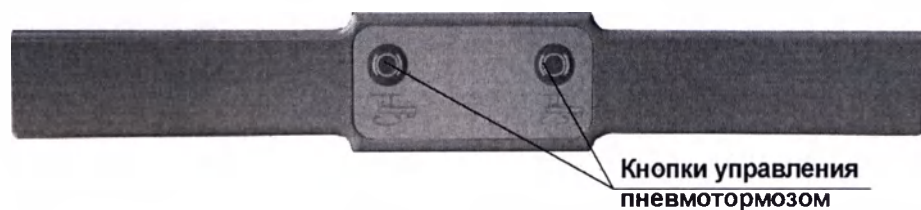
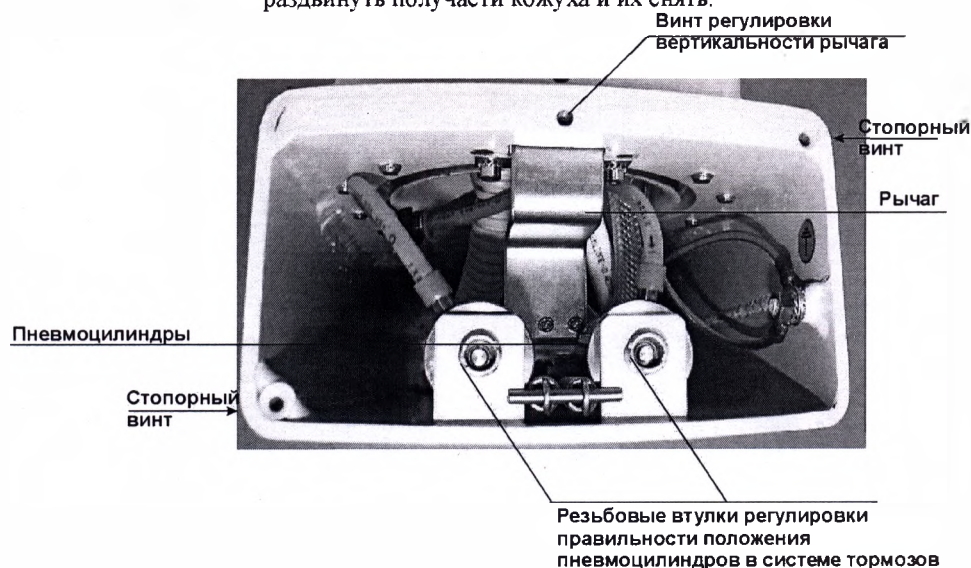

Рис. 4 Расположение кнопок управления пневмотормозами
Рис. 11 Система пневмотормоза со стороны торца плеча (защитная крышка снята)
6.2. Несущая труба служит для соединения потолочного крепления с поворотным плечевым механизмом консоли, а также проводки (внутри ее) шлангов подачи медицинских газов и проводов электропитания. Поворотное плечо консоли имеет пневматический тормоз, расположенный в торцевой части плеча со стороны поворотного механизма плеча (см. Рис. 11) Выключение тормоза при необходимости смены положения приборной колонны производится нажатием кнопки управления, расположенной на нижней приборной полке см. Рис. 1 и Рис. 4). Плечо консоли имеет возможность поворота вокруг оси крепления до 330° , что обеспечивает удобную установку местоположения приборной колонны. Поворот на угол более 330° ограничивается стопором.